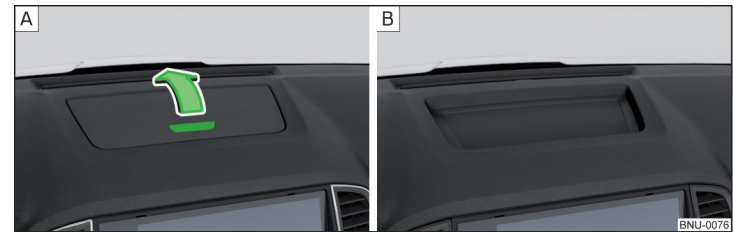

Fig. 101 Deschiderea compartimentului de depozitare / Compartimentul de depozitare nebloabil
- Pentru **deschidere**, apăsați tasta » fig. 101 - A; capacul se va deschide în sensul săgeții.
La unele autovehicule, compartimentul de depozitare nu are capac » fig. 101 - B sau în locul compartimentului de depozitare se găsește grilajul unui difuzor.